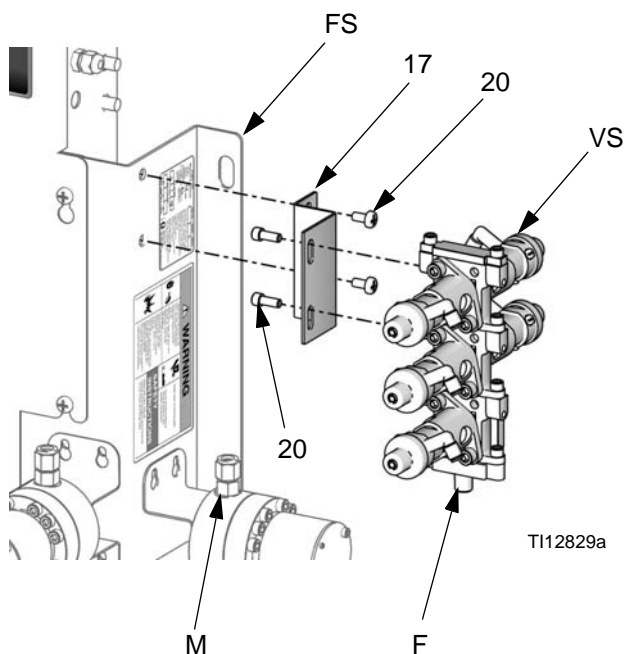

ABB. 4: Installieren der Ventilsätze
1. Installieren Sie die Halterung (17) an der Materialstation (FS) mit zwei Schrauben (20). Siehe ABB. 4.
2. Befestigen Sie den Farb- oder Katalysatorventilsatz (VS) mit zwei Schrauben (20) an der Halterung (17).
2. Schließen Sie den Schlauch (19) vom Verteilersatz-Materialausgang (F) an den Eingang des Durchflussmessers (M) an. ABB. 4.